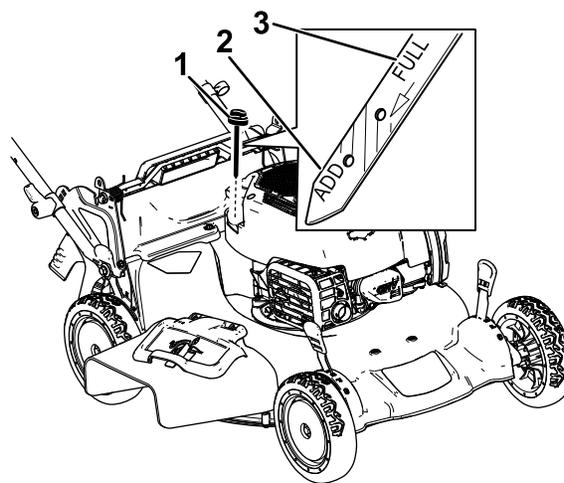

Рисунок 12
5. Определите уровень масла по отметкам на щупе (Рисунок 12).
- Если уровень масла на щупе слишком низкий (Рисунок 12), осторожно залейте небольшое количество масла SAE 30 или SAE 10W-30 с моющими присадками в маслозаливную горловину, подождите 3 минуты и повторите операции с 3 по 5, чтобы довести масло до требуемого уровня на щупе. Информацию о типе масла см. в разделе Замена моторного масла \(страница 25\).
- Если уровень масла на щупе слишком высокий (Рисунок 12), слейте излишек масла, чтобы довести масло до требуемого уровня на щупе; см. раздел Замена моторного масла \(страница 25\).